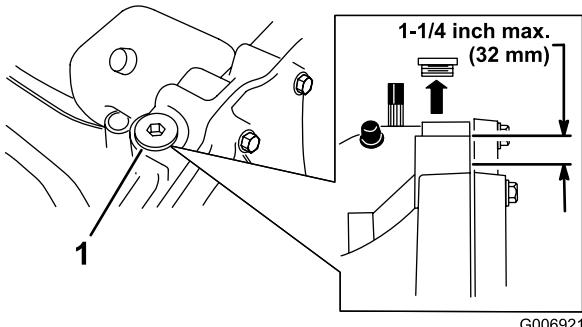

Figure 30
4. Nettoyez la surface autour du bouchon de remplissage (Figure 30) pour éviter que des impuretés ne tombent dans le réservoir quand vous faites l'appoint d'huile.
- Remarque:** Le niveau maximum doit se situer à 32 mm en-dessous du haut de l'orifice de remplissage (Figure 30). Ajoutez de l'huile au besoin.